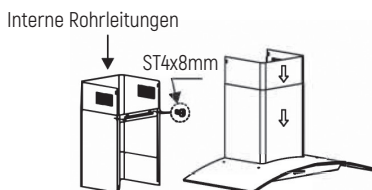

Abb. 3
3. Befestigen Sie das Verlängerungsrohr entsprechend der Befestigungsrichtung und -methode und montieren Sie dann die Haube an der Halterung. Siehe Abb. 3.